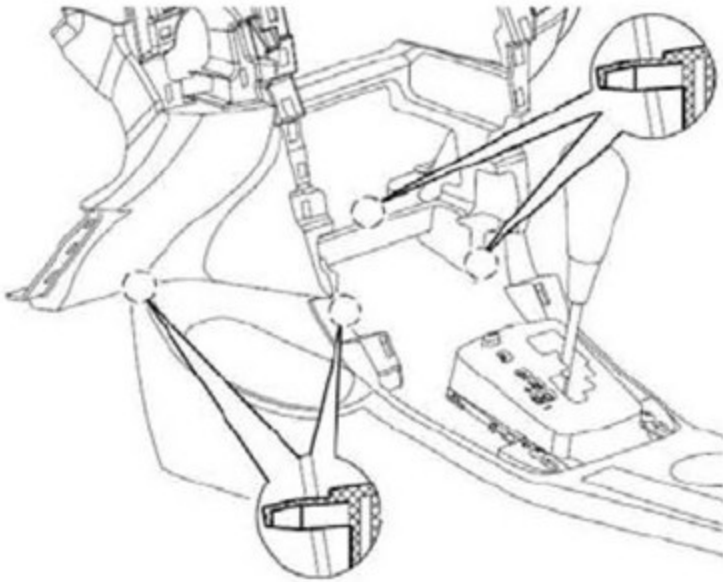

图6-2-10 副仪表板本体的拆卸(1)
(1)慢慢将副仪表板本体总成向车后方向移动适当距离,使副仪表板前端与仪表板配合处松开。如图6-2-10所示;